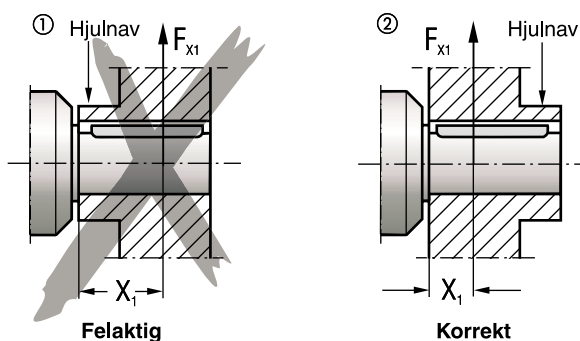

Bild 4: Korrekt montering av ett kugg- eller kedjehjul
Bild 4 visar korrekt montering ② av ett kugg- eller kedjehjul för att undvika otillåtet höga tvärkrafter.
- Monterade kraftöverföringskomponenter på växel- respektive motoraxel skall balanseras så att de inte orsakar otillåtna radial- eller axialkrafter (se Bild 4).